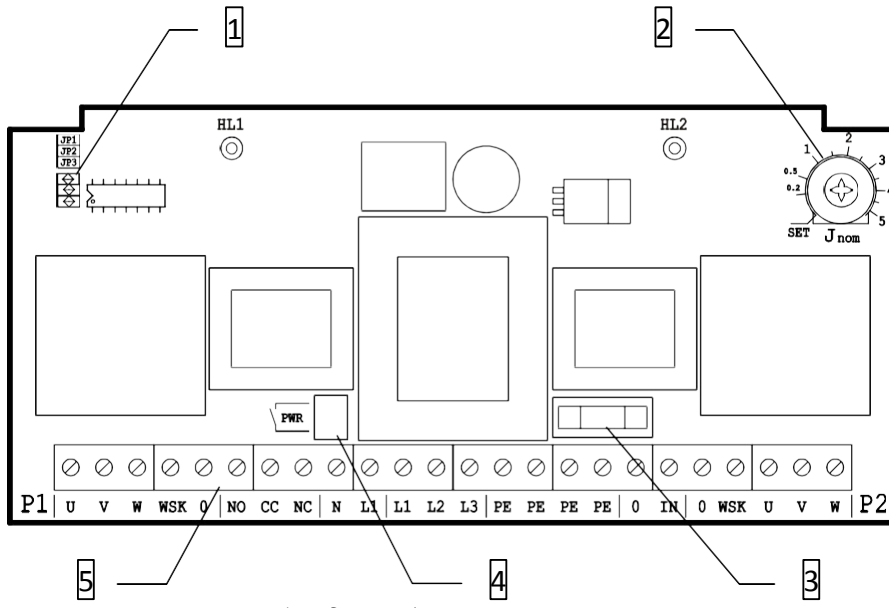
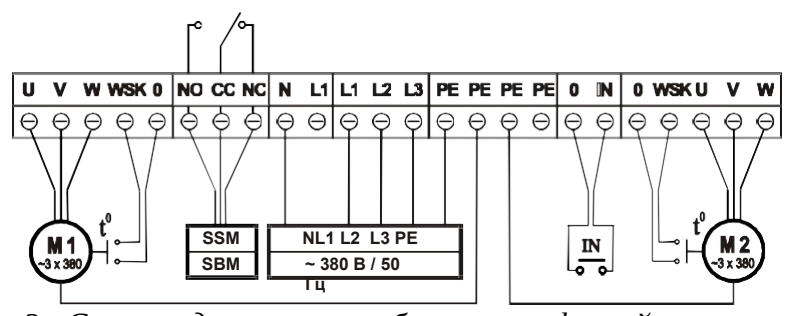
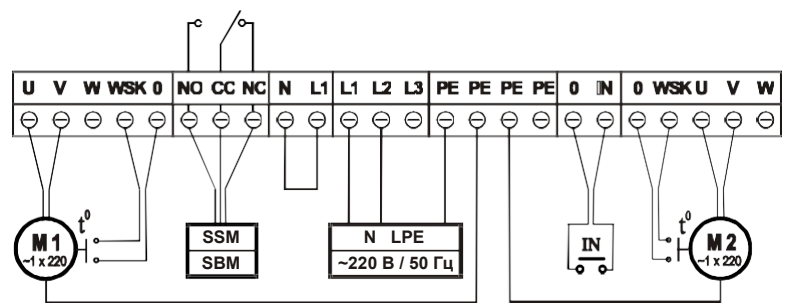

Рисунок 2 - Внутренний вид прибора
Рисунок 3 - Схема подключения прибора к трехфазной электросети
Рисунок 4 - Схема подключения прибора к однофазной электросети
#### **5.2 Внутренний вид прибора (рис. 2)**
- для подключения питающей электросети необходимо использовать соответствующим току потребляемому двигателями. Схемы подключения питающей электросети в зависимости от количества фаз приведены на рис. 3 и на рис. 4:
**L1, L2, L3, N, PE** – клеммы для подключения к трехфазной электросети ~380В, 50Гц (рис. 3);
**L1, L2, PE** – клеммы для подключения к однофазной электросети ~220В, 50Гц: L2-фаза, L1-нейтраль. Так же необходимо соединить перемычкой клеммы **N** и **L1** (рис. 4);
- при подключении внешнего устройства сигнализации неисправности/работы используется выход **SSM/SBM** – клеммы **NO, CC, NC** (рис. 3, рис. 4). При помощи перемычки **JP3** (рис. 2, поз. 1), устанавливается тип сигнализации:
- После электрического подключения необходимо подсоединить клемму основного выключения к соответствующему разъему на плате прибора (рис. 2, поз. 4).
- установить при помощи переключателей **JP1**, **JP2** (рис. 2, поз. 1) время автоматического переключения насосов:
- установить при помощи переключателя **JP3** (рис. 2 поз. 1) тип обобщенной сигнализации на выходе SSM/SBM:
- произвести регулировку защитного отключения насоса при превышении тока в двигателе с помощью потенциометра номинального тока  $J_{ном}$ , (рис. 2, поз. 2). **Внимание! Не прикладывать чрезмерного усилия при вращении потенциометра!**